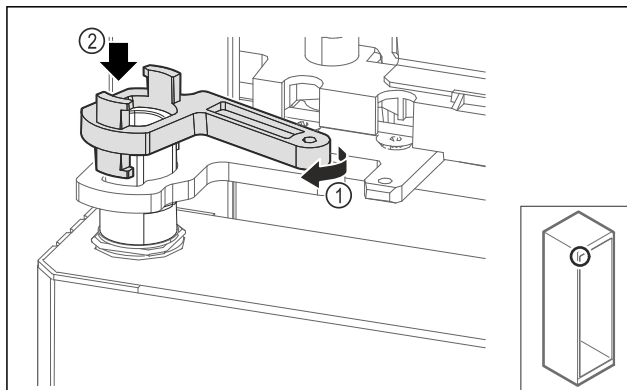

Fig. 66
- ▶ Narahlo obrnite zapiralni ležajni podstavek Fig. 66 (1) in ga namestite na tulec Fig. 66 (2).